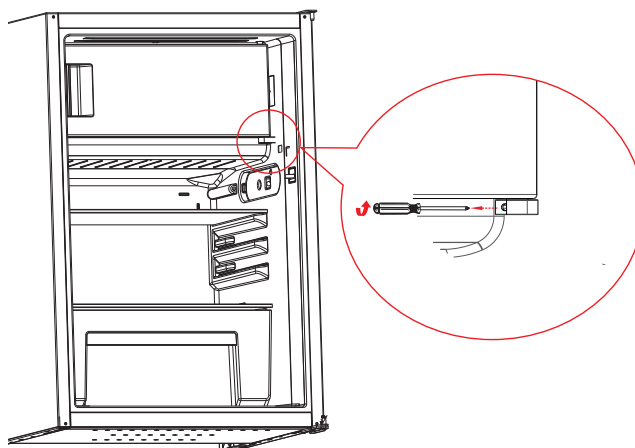

Fig. 4
- ▶ Desenrosque el tornillo de la bisagra del congelador con un destornillador de estrella (fig. 4).